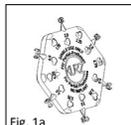
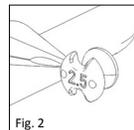

Fig. 1a
Fig. 2
■ **Fig. 1a, 1b/2** Sizer disken (Fig. 1a, 1b) til partial-proteser har seks satellitformet anbragte individuelle sizer af forskellig længde (2,0 - 4,5 mm). Den relevante længde er angivet på bagsiden af hver sizer (Fig. 2). Udsparingerne og borerne tjener til reduktion af vægten, samt til bedre oversigt ved udførelse af målingen i mellemøret.